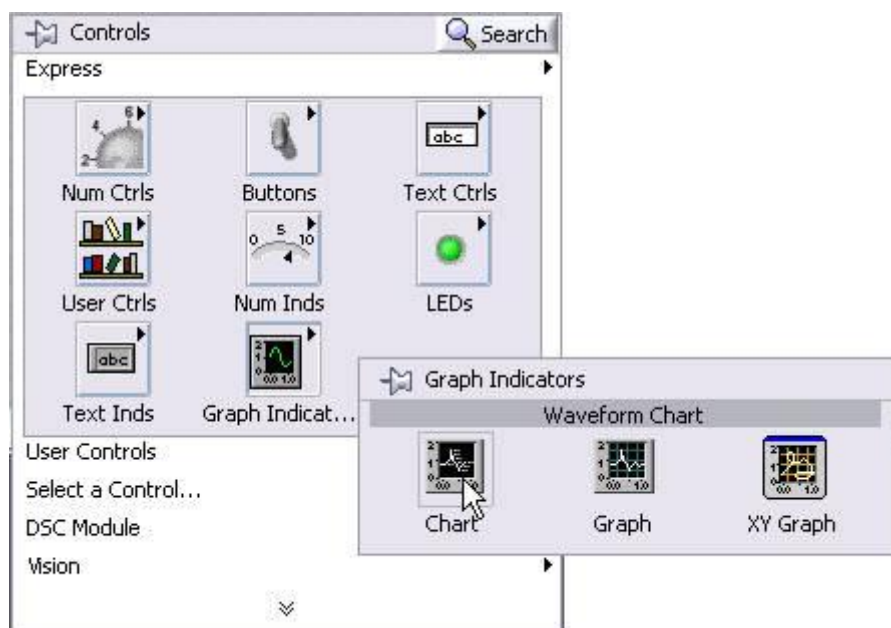

图 6：从控件选板选择波形图表
3. 选择 **Express》图形》波形图表**，从控件选板中选择波形图表，将它放置在前面板上，如图 6 所示。